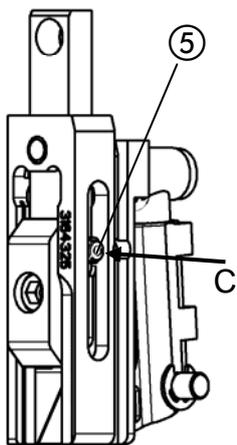
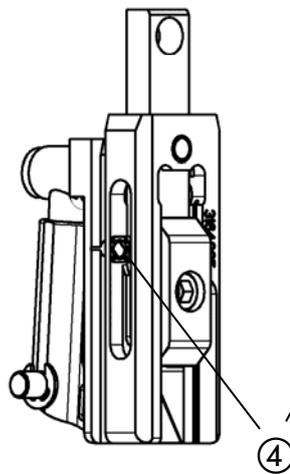
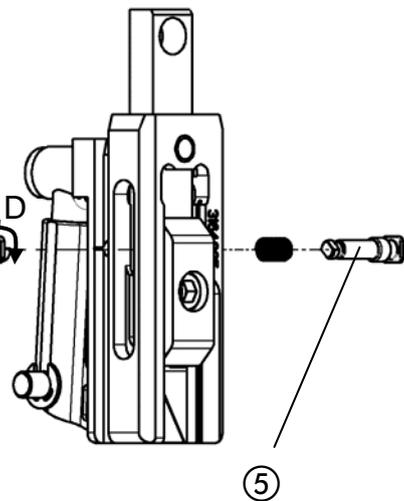

Abb. 29
Abb. 30
Abb. 31
- Abb. 29, Abb. 30, Abb. 31 -
- Schaltstift ⑤ in den Umbieger eindrücken (Pfeil C) bis die Stiftsicherung ④ so weit aus dem Umbieger heraussteht, dass diese sich drehen lässt.